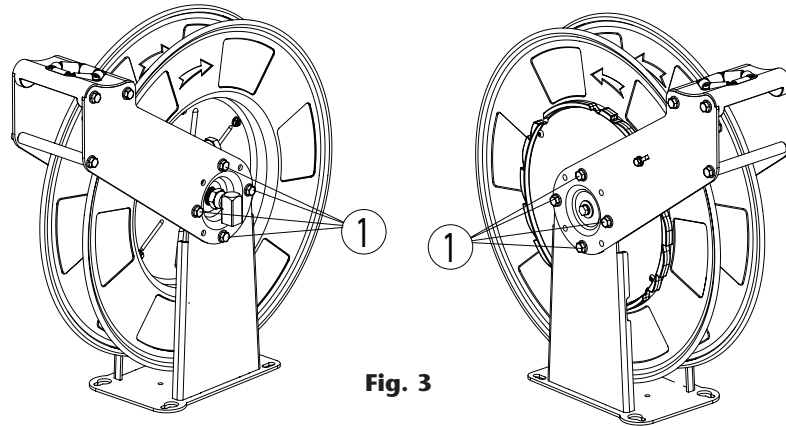

Fig. 3
Para posicionar los brazos de salida, es necesario aflojar y retirar los tornillos (1) (fig. 3). En ese momento el tambor junto con los